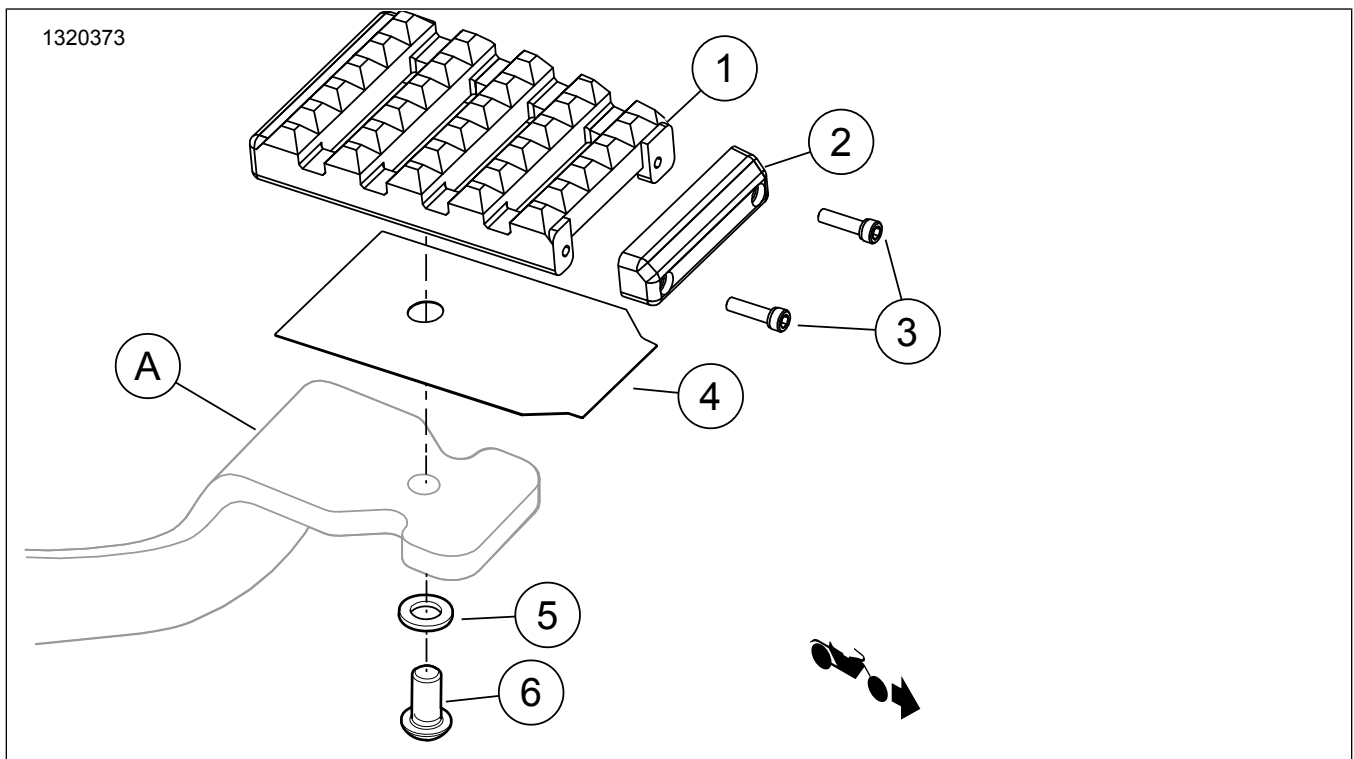

Figure 1. Contenu du kit : Composants de patin de pédale de frein
1. Consultez Figure 1 . Aligned et glissez le **nouveau** patin (1) de pédale de frein et l'insert (4) sur l'extrémité du levier de frein au pied (A).
2. Assemblez la rondelle ordinaire (5) et la vis (6).
3. Vissez la vis (6) à travers le trou dans le levier (A) de frein au pied et à l'arrière du patin de pédale de frein (1). Serrer.
1. Consultez Figure 1 . Retirez les vis (3).
2. Le cas échéant, remplacez la garniture ou l'embout anti-usure (2).
3. Appliquez une goutte de frein-filet aux vis (3).